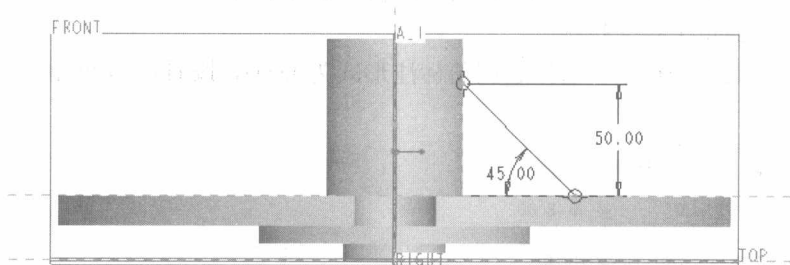

图 1-13 草绘
- (1) 单击 (筋工具) 按钮，打开筋工具操控板。
- (2) 在筋工具操控板中单击“参照”标签，打开“参照”上滑面板。接着单击“参照”上滑面板中的“定义”按钮。
- (3) 出现“草绘”对话框，选择 FRONT 基准平面定义草绘平面，默认以 RIGHT 基准平面为“右”方向参照，单击“草绘”按钮。
- (4) 绘制如图 1-13 所示的图形，单击 (继续当前部分) 按钮。